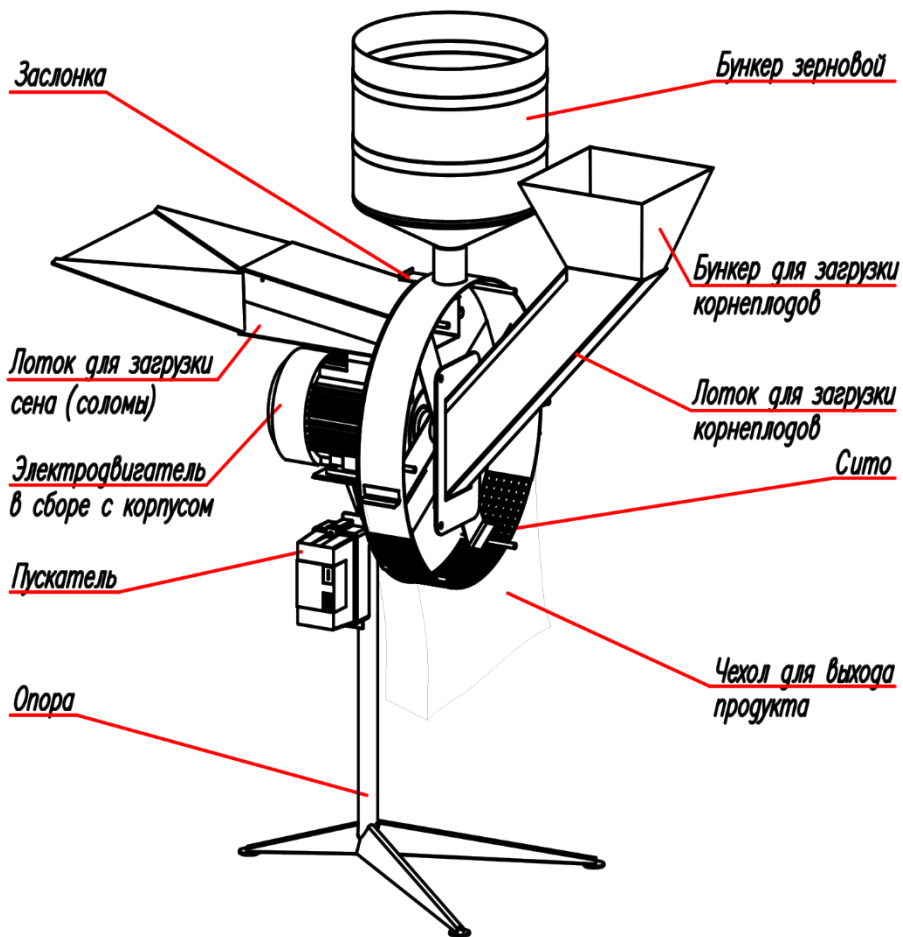

Рис. 1 Устройство ДКУ-03 (ДКУ-04) «Фермер»
5.1 Устройство изделия показано на рис. 1.